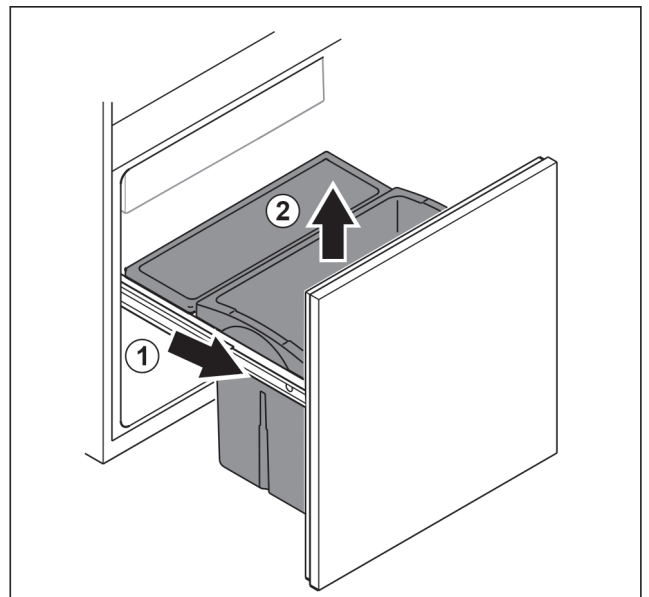

Fig. 44
- ▶ Uitschuifwagen tot de aanslag eruit trekken. Fig. 44 (1)
- ▶ Lade naar boven toe verwijderen. Fig. 44 (2)